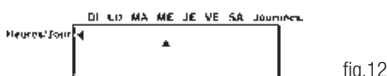

fig.12
- Mouvez-le avec les touches **↓↑** jusqu'au jour courant (fig.12).